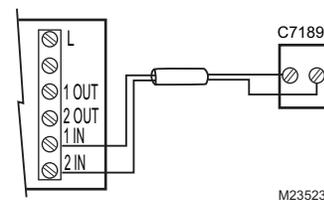
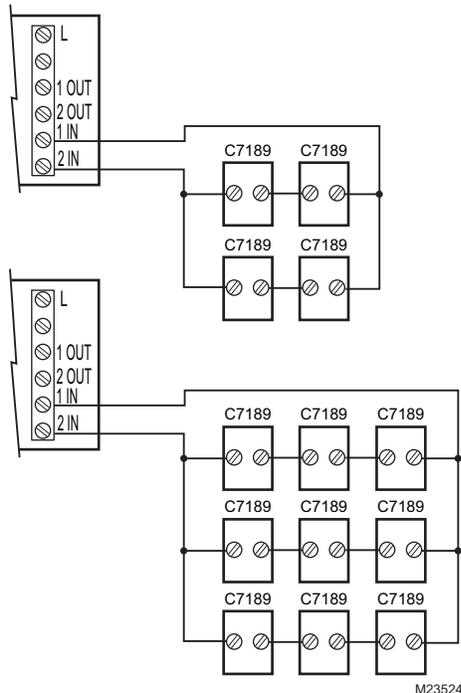

Fig. 26. Conexión de un solo sensor para interiores C7189U1005.
Fig. 27. Conexión de varios sensores C7189U1005.
1. Conecte el sensor para interiores C7189U1005 a los terminales IN1 e IN2 del EIM. Para obtener un ejemplo de conexión general de un C7189U1005, vea la Fig. 26 para conectar un sensor, y la Fig. 27 para conectar varios sensores.